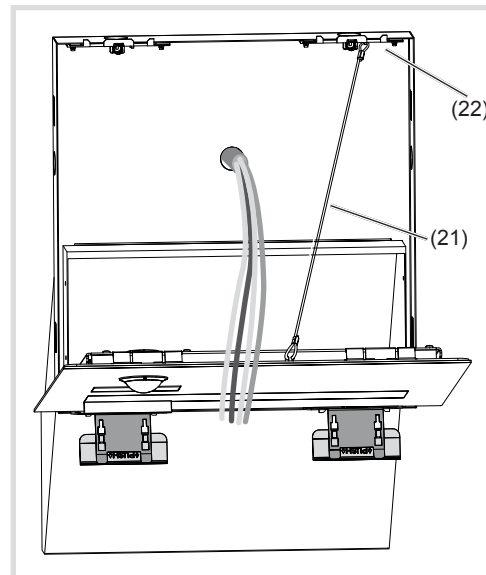

Bild 7: Installationsposition Briefkastenfront Audio
(19) Öffnungswerkzeuge
(20) untere Befestigungselemente
- Die Schlaufen des Sicherungsseils (21) zwischen mittigem oberem Einhänger der Briefkastenfront und oberem rechten Befestigungselement (22) im Gehäuse einhängen. Die Briefkastenfront Audio zur Installation auf die Öffnungswerkzeuge stellen (Bild 7).